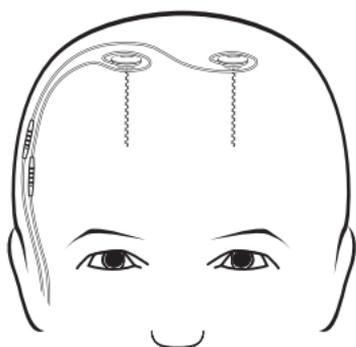

Figura 12. Tunelização do elétrodo quando vai ser implantado um neuroestimulador de programas múltiplos
- Faça a tunelização do segundo elétrodo junto ao primeiro elétrodo para estimulação bilateral com um neuroestimulador de programas múltiplos que vai ser implantado num dos lados do corpo (consulte a Figura 12 quanto à colocação do elétrodo quando vai ser implantado um neuroestimulador de programas múltiplos).